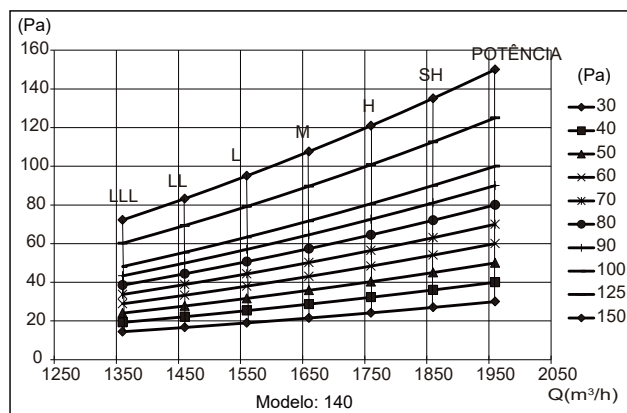

Figura 30
3. Antes de instalar o duto de ar, certifique-se de que a pressão estática do duto de ar esteja dentro da faixa permitida para a unidade interna (consulte o manual técnico da IDU). A Figura 22 à Figura 30 mostram a curva de pressão estática para as unidades internas.